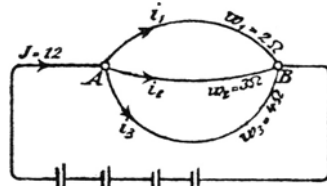

Fig. 11.
76. Ein Strom von 12 [18] (100) A teilt sich im Punkte A (Fig. 11) in drei Zweige, deren Widerstände  $w_1 = 2 \Omega$ ,  $w_2 = 3 \Omega$  und  $w_3 = 4 \Omega$  sind. Gesucht: